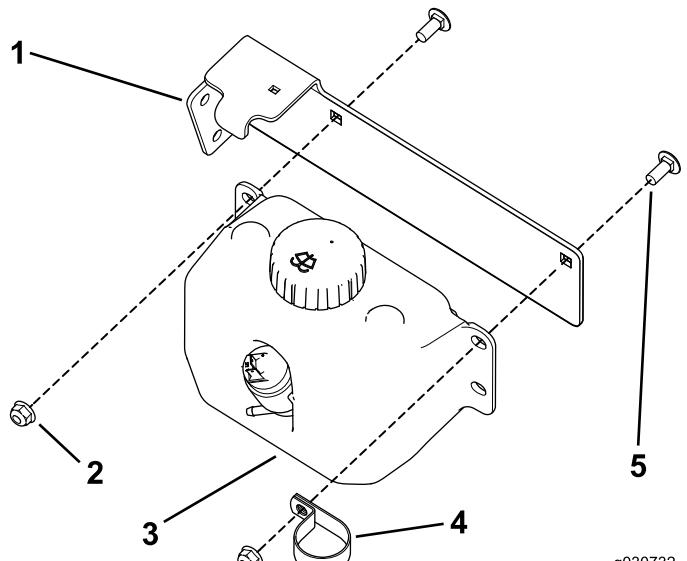

Figura 34
- Utilize dois parafusos de carroçaria (5/16 x 3/4 pol.) e duas porcas flangeadas (5/16 pol.) para prender a garrafa lavadora e grampo em R à montagem do depósito (Figura 34).